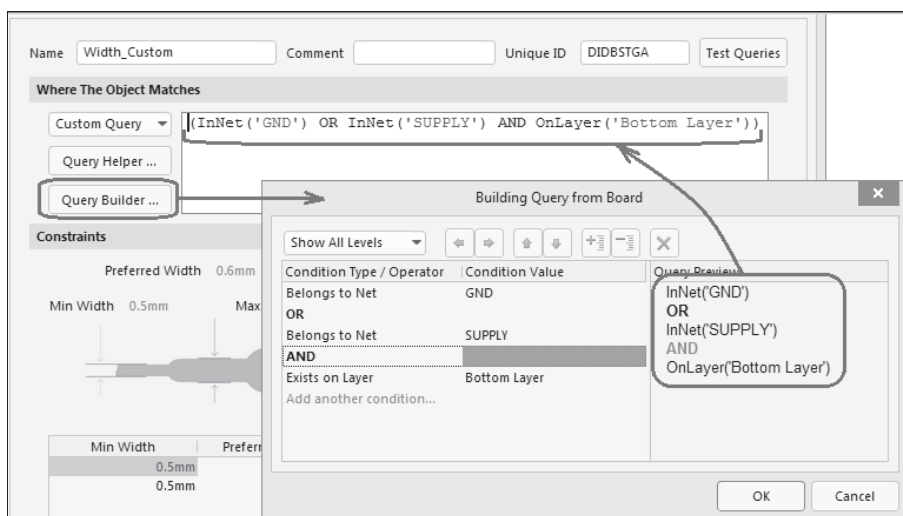

Рис. 5.6. Формирование запроса с помощью функции «Построителя»
5. Кнопкой **Query Builder** откроем диалоговое окно **Building Query from Board** (рис. 5.6), в котором сформируем запрос на определение области наложения этого правила на цепи питания.